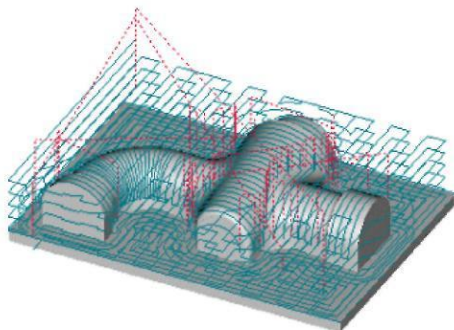

Рис. 4.56
2. При выполнении команды «Процессор» будет показана траектория движения инструментов (рис. 4.56) и появится диалог «Процессор» с сообщением «Успешное выполнение». Нажмите кнопку ОК.